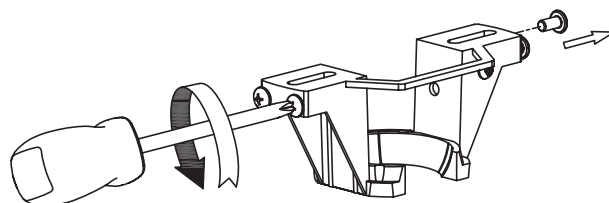

Figura 3
- ☐ 3. Introduzca los cables y cable de seguridad de su ventilador a través de la anilla ajustable del dosel y el capuchón de techo. (Figura 3)
1. Extraiga completamente un tornillo de cada lado del soporte de suspensión--asegúrese de que es el tornillo a su derecha cuando se enfrenta--y guárdelos para volver a colocarlos en la página 33 o 34 (**Cómo instalar la carcasa de la cubierta**). Afloje los otros dos tornillos que no fueron retirados. (Figura 3)